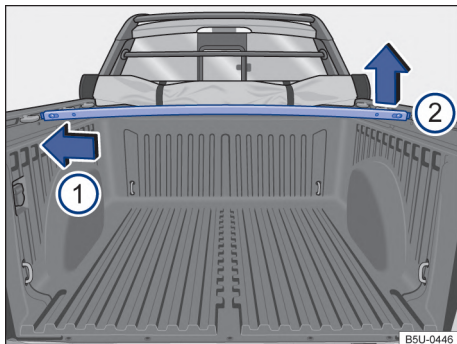

Fig. 52 Travesaños en el compartimento de carga: desmontar y montar.
- Para desmontar, presionar el travesaño del lado izquierdo en el sentido de la flecha → **fig. 52** ① y retirar el travesaño de su alojamiento por el lado derecho ②.